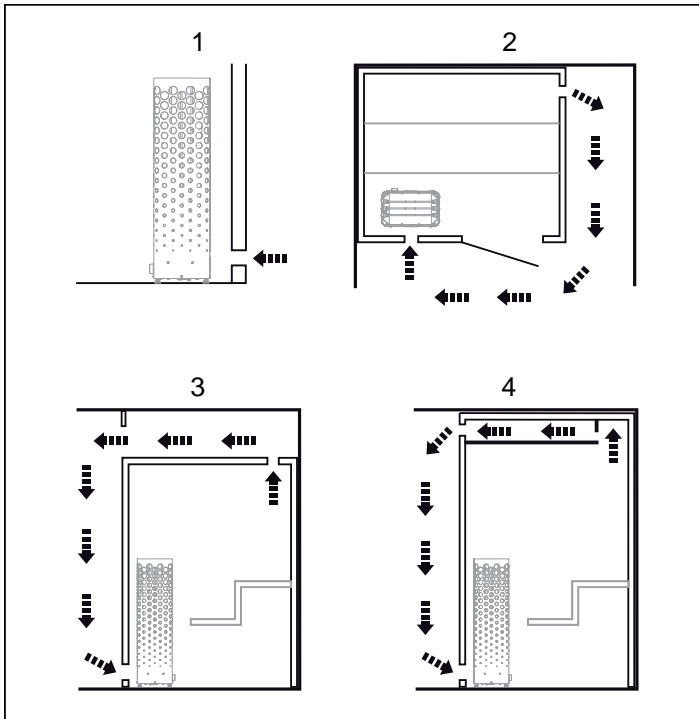

Afb. 5: Plaatsing van de saunakachel - in nis gemonteerd
- De plaats van de sensor plannen (zie afb. 3 op pagina 38 en afb. 5 op pagina 38).
- langs dezelfde wand als waarin de deur is geplaatst (alleen in uitzonderingsgevallen langs de zijwand, maar dan het dichtst bij de deur). De kachel kan ook in een nis worden geplaatst (zie afb. 5).
1. Plaats de kachel op veilige afstand van vloer, zijwanden en inrichting (zie afb. 5).
2. Plaats de sensor volgens de afbeelding (zie afb. 5).